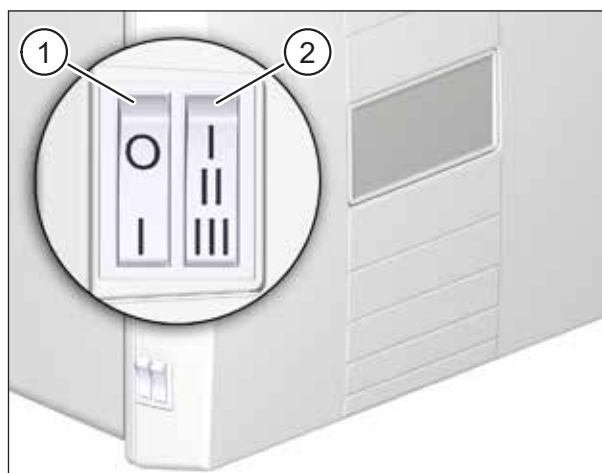

Fig. 11 : Éléments de commande sur l'appareil d'aération
Quatre niveaux / programmes de ventilation différents (voir aussi chapitre Fig. 11) peuvent être réglés avec l'interrupteur à bascule (pos. 2 dans 10 à la page 28), le niveau de ventilation maximal pouvant être activé via une séquence de manœuvre et étant limité dans le temps.
- Le niveau de puissance, choisi sur l'interrupteur à bascule (pos. 2 dans Fig. 11), est également signalé par la DEL correspondante sur le bouton-poussoir InControl.
- ▶ Mettez l'appareil d'aération sous tension à l'interrupteur d'alimentation (pos. 1 dans Fig. 11 à la page 22).
- avec l'interrupteur à bascule (pos. 2 dans Fig. 11 à la page 22) sur l'appareil d'aération (voir section 7.1 à la page 22)
L'appareil d'aération tourne au niveau de ventilation maximal (97 m³/h). Au bout de 15 minutes environ ou en appuyant sur un autre bouton ou bien en répétant la séquence de commutation I-II-I sur l'interrupteur à bascule (pos. 2 dans Fig. 11 à la page 22), la ventilation intensive s'arrête et le programme de ventilation précédemment réglé reprend.